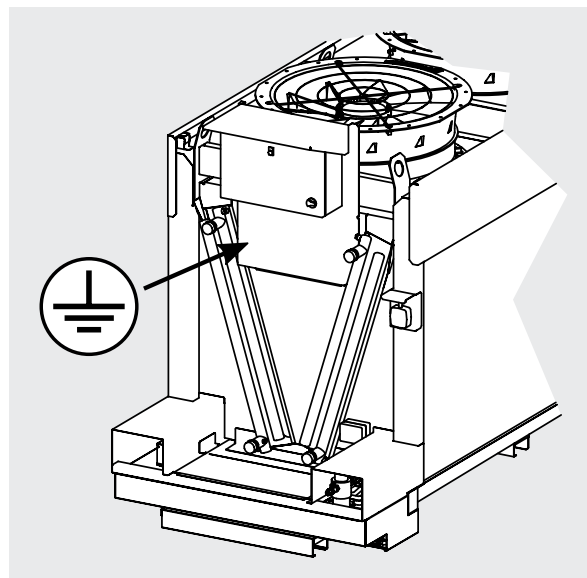

Figure 13
8.4 Pour minimiser le risque de contact indirect, le système électrique peut être mis à la terre à l'aide de la broche située sous le couvercle avant, voir la Figure 13.